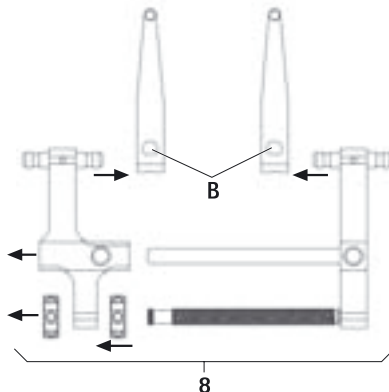

Abb. 4
- Distraktor 8 mit Distraktionsblättern demontieren, siehe Abb. 4: